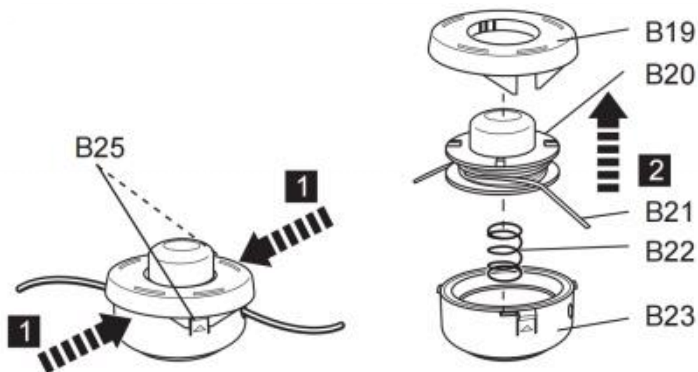

Fig. 63
3. Drücken Sie die Entriegelungshebel (B25) am Gehäuse des Trimmkopfes (B23), um die Abdeckung (B19) zu öffnen (Abb. 63). Die Abdeckung (B19) und die Spule (B20) springen heraus.